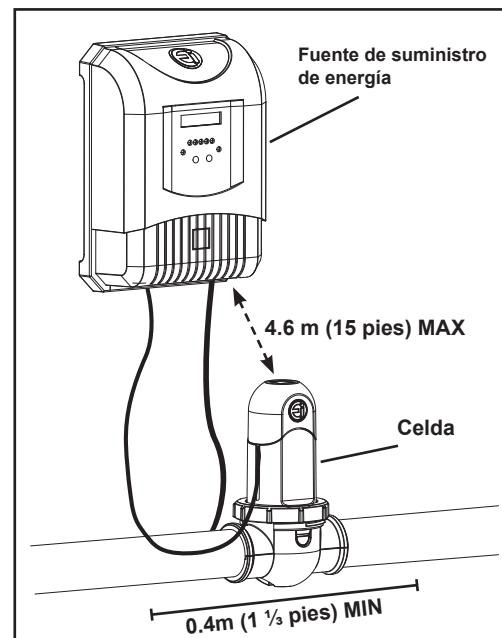

Figura 3. Requisitos de instalación
- La celda debe estar instalado en un 0,4 m (1 ¼ pies), longitud horizontal de la tubería después de los calentadores, bombas y filtros, como la última pieza del equipo en el sistema de cañerías de circulación poco antes de la piscina (véase la Figura 3).
- La celda debe estar instalado no más de 4,6 m (15 pies) de la unidad de alimentación (véase la Figura 3).